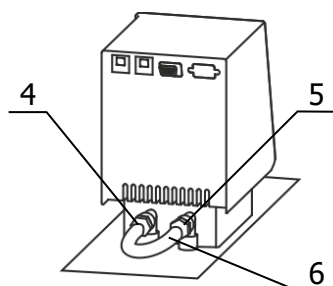

Рисунок 3 — Установка перемычки
2.2.6 Соединить шлангом-перемычкой 6 из комплекта поставки термостата (рисунок 3) входной 4 и выходной 5 штуцеры насоса блока регулирования. Закрепить перемычку на штуцерах, используя хомуты из комплекта поставки термостата.